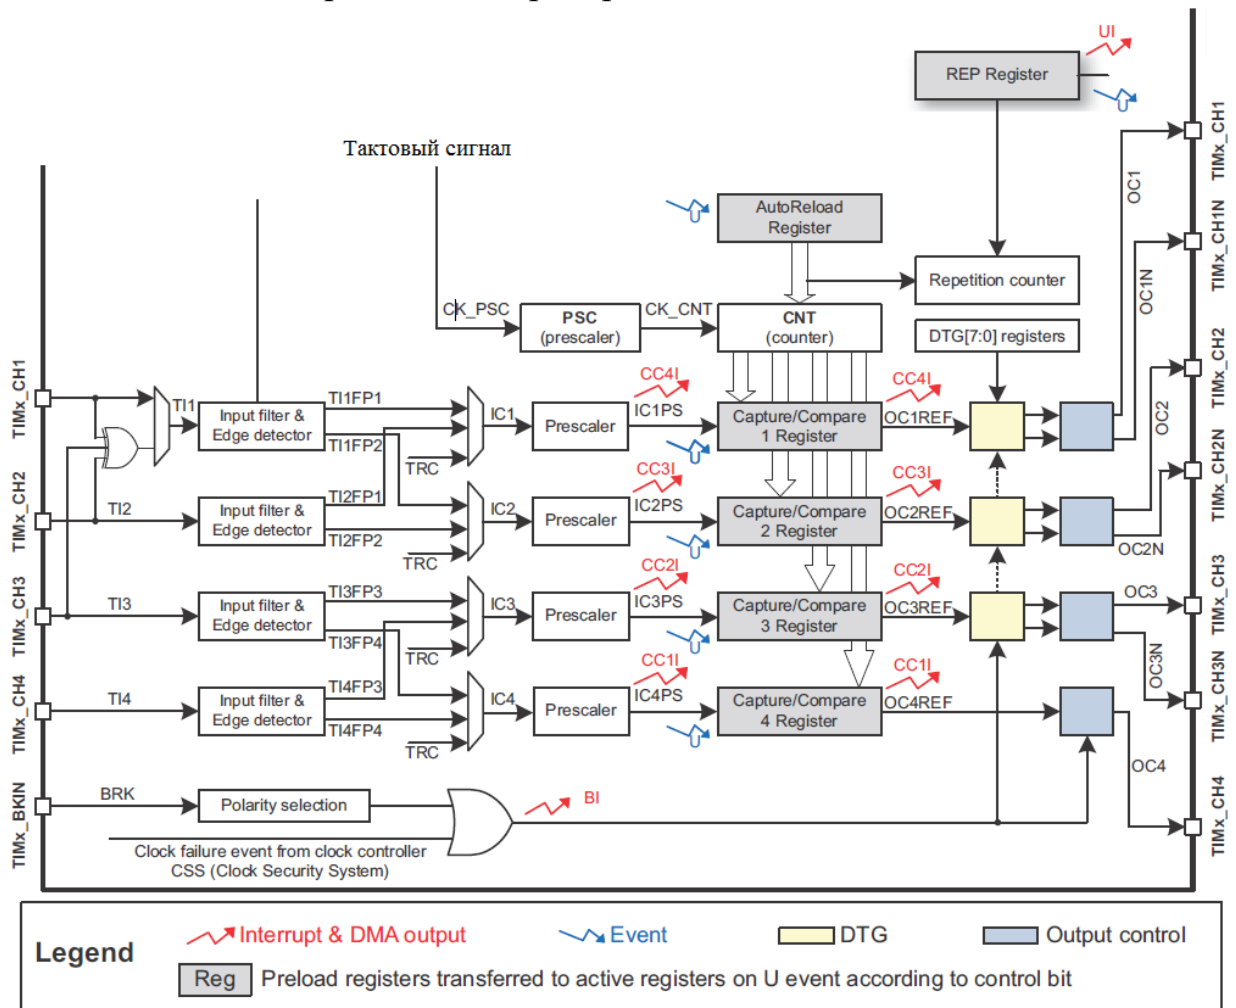

Рисунок 11 – Структура таймера [1]
только внутренний источник тактирования. Тактовый сигнал поступает на блок делителя частоты (см. рисунок 11), где может быть замедлен 16-битным делителем $TIMx_PSC$. Допустим, тактовый генератор генерирует сигналы с частотой 8 МГц. Разработчику понадобилась частота изменения счетчика 250 Гц. Выставив в регистре $TIMx_PSC$ значение 32000, будет достигнута требуемая частота. Затем преобразованный сигнал поступает на счетчик $TIMx_CNT$, который увеличивает (или изменяет в режиме down) своё значение с каждым пришедшим преобразованным тактовым сигналом.
Счетчик $TIMx_CNT$ будет увеличиваться до тех пор, пока не достигнет регистра перезагрузки $TIMx_ARR$. После чего он обнулится (обновится). Это вызовет прерывание *Update interrupt (UI)* (см. рисунок 11). Исходя из всего этого, период срабатывания таймера может быть посчитан с использованием следующей формулы: